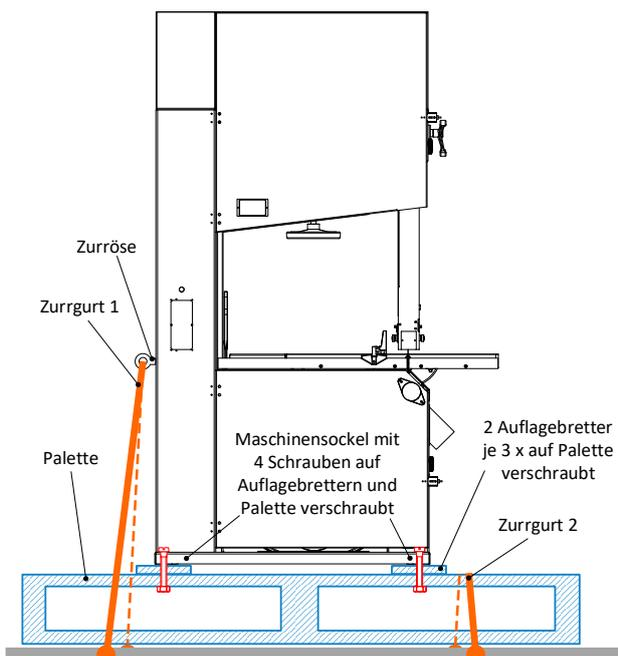

Abbildung 10: RAPID 400 / 500 / 600 verzurren
- Hierzu befindet sich an der Maschinensäule (links) eine Zurröse für Zurrurt 1 (siehe ⇨ Abbildung 10). Mit Zurrurt 2 wird die Palette direkt verzurt.